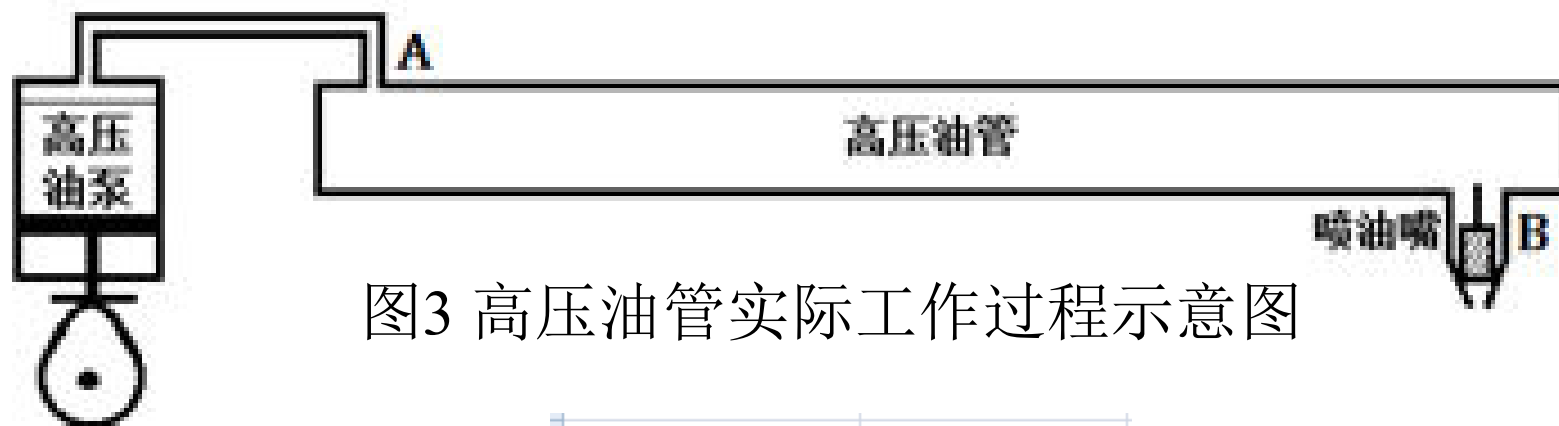

图3 高压油管实际工作过程示意图
□问题2. 在实际工作过程中，高压油管A处的燃油来自高压油泵的柱塞腔出口，喷油由喷油嘴的针阀控制。高压油泵柱塞的压油过程如图3所示，凸轮驱动柱塞上下运动，凸轮边缘曲线与角度的关系见附件1。柱塞向上运动时压缩柱塞腔内的燃油，当柱塞腔内的压力大于高压油管内的压力时，柱塞腔与高压油管连接的单向阀开启，燃油进入高压油管内。柱塞腔内直径为5mm，柱塞运动到上止点位置时，柱塞腔残余容积为20mm3。